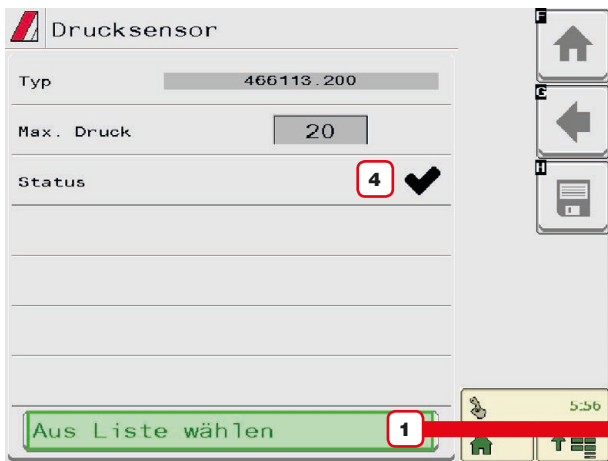
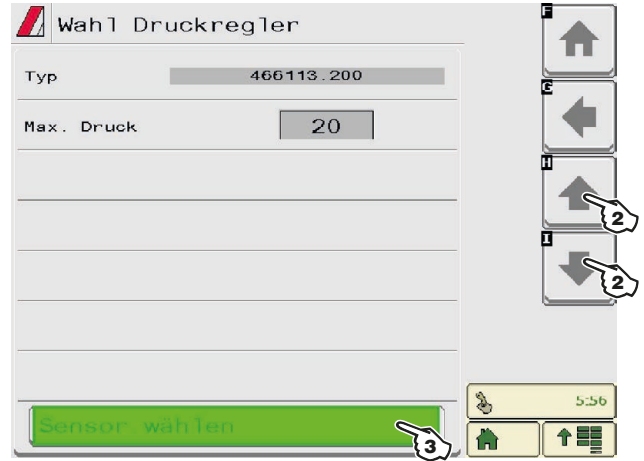

Abb. 41
Abb. 42
- 1 Geben Sie den installierten Drucksensor ein, indem Sie diesen aus der Liste in Abb. 42 auswählen (die Tasten 2 zum Durchscrollen der Menüpunkte und 3 zum Bestätigen verwenden). Die entsprechenden Daten der Konfiguration werden automatisch geladen (Abb. 41).